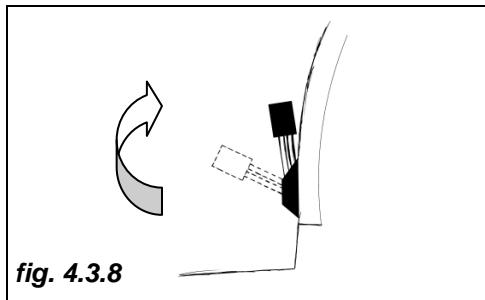

fig. 4.3.8
- premere il pulsante di disinnesto o azionare la leva posta tra i sedili (fig. 4.3.8) in posizione "DISINNESTO"